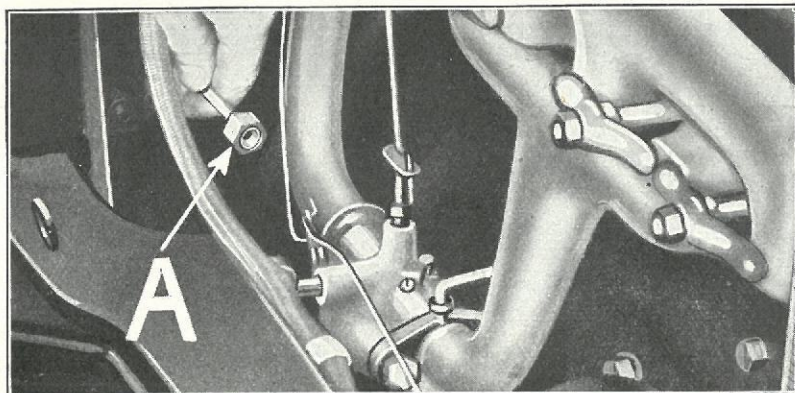

Fig. 442
- (g) Spænd Pakdaasemøtrikken til paa Benzintilførselsrøret. Efterse at Benzindrørspakningen indeni Møtrikken er paa Plads (Fig. 442-A).